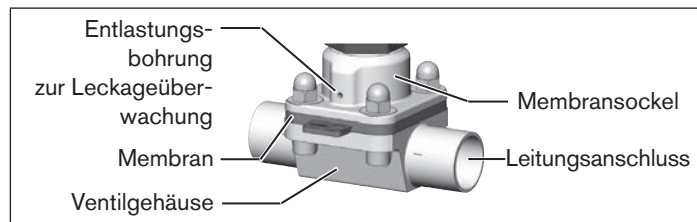

Bild 3: Entlastungsbohrung
- Regelmäßige Kontrolle der Entlastungsbohrung (siehe „Bild 3“).